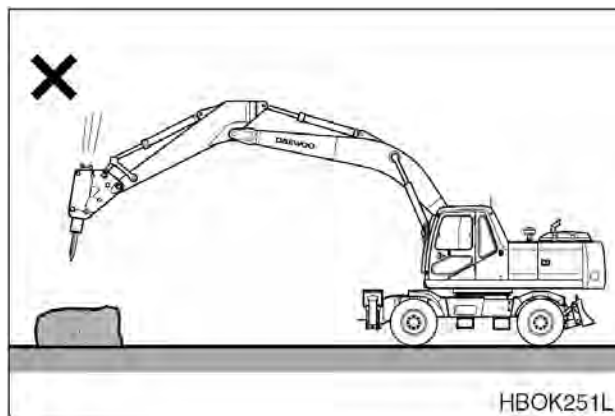

Рис. 73
3. НЕ использовать дробилку в качестве молота. (Рис. 73)